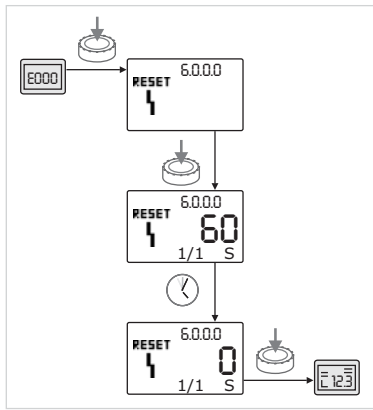

Fig. 48: Kvittering af fejltype A eller D
- Hvis der forekommer fejl af typen A eller D, gøres følgende for at kvittere (Fig. 48):